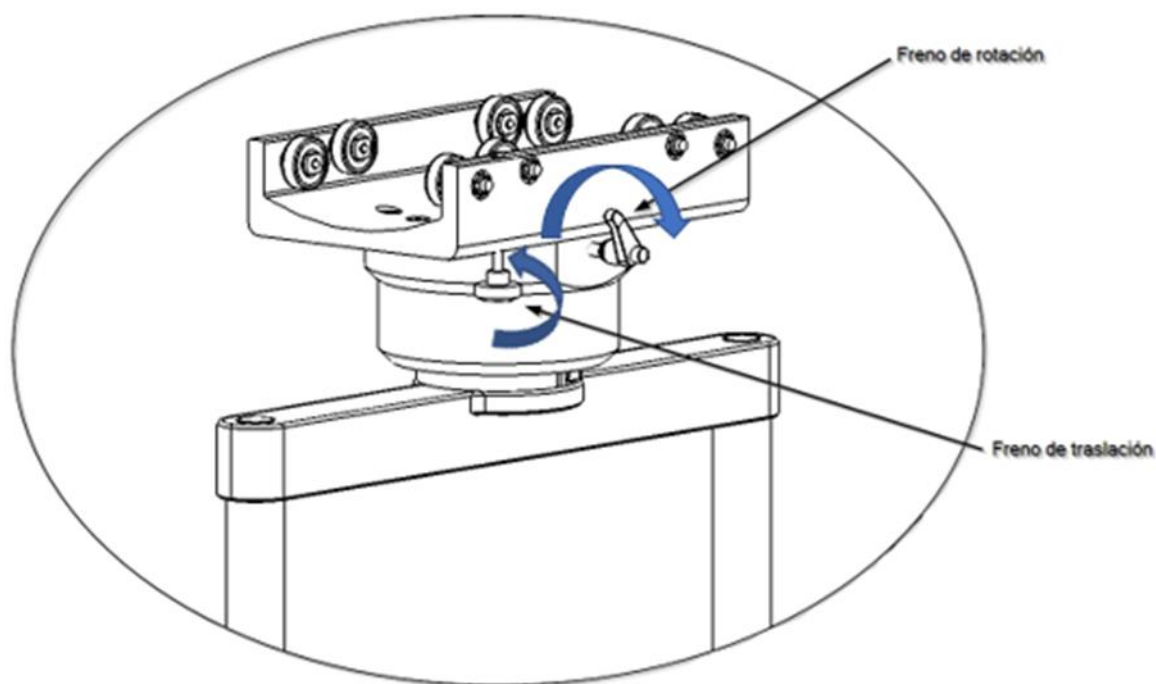

Abb. 45 Einstellung der Reibungsbremsen an Elementwagen
- Um die Bremskraft auf die Drehachse zu erhöhen, drehen Sie den Drehbremshebel im Uhrzeigersinn, wie in Abbildung 45 dargestellt.
- Um die Bremskraft auf die Drehachse zu verringern, drehen Sie den Drehbremshebel entgegen dem Uhrzeigersinn, also umgekehrt zu Abbildung 45.
- Um die Bremskraft auf die Verschiebeachse zu verringern, drehen Sie den Drehbremshebel entgegen dem Uhrzeigersinn, also umgekehrt zu der in Abbildung 45 gezeigten Richtung.